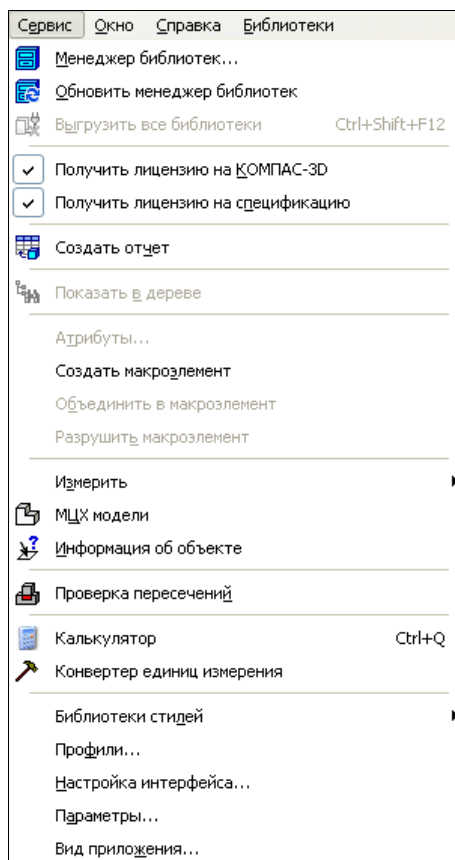

Рис. 16.4. Выпадающее меню пункта **Сервис**
- ◆ **Сервис** — содержит команды вызова Менеджера библиотек, калькулятора, команд измерения, а также вызова диалоговых окон **Настройка интерфейса**, **Параметры** и т. д. (рис. 16.4);